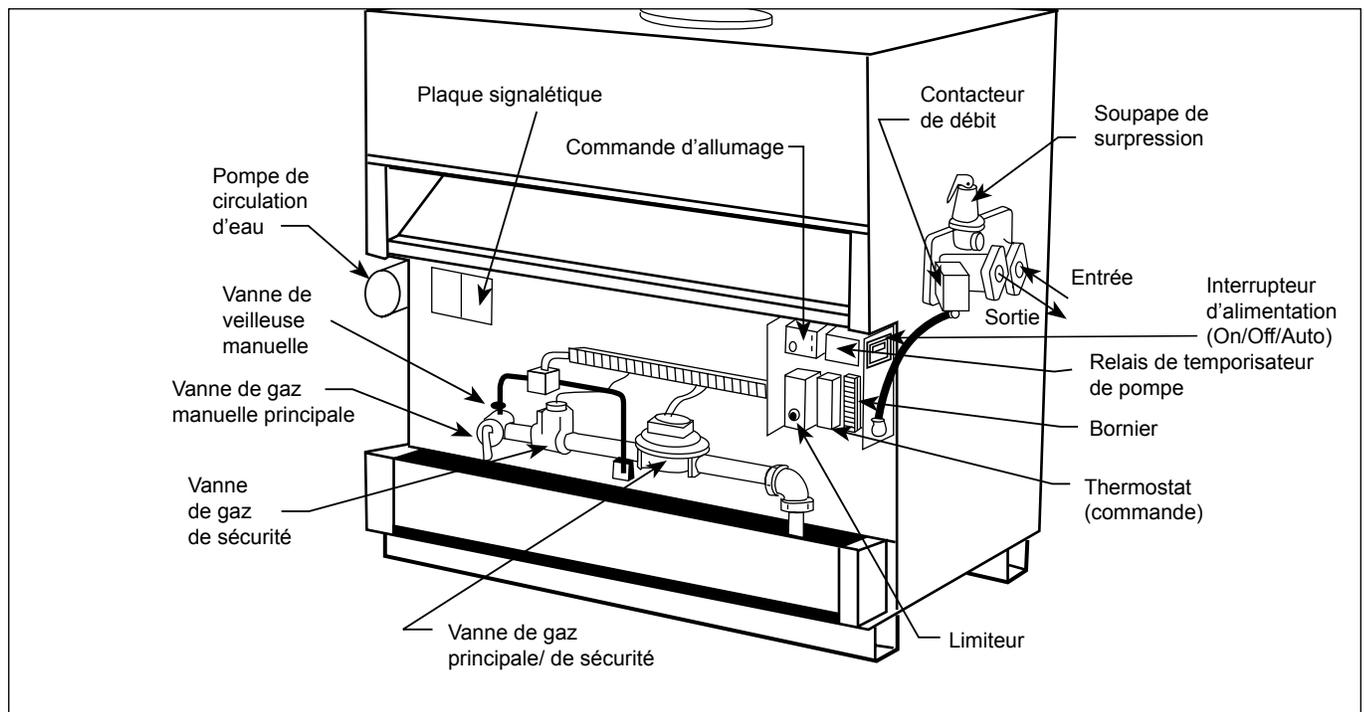

Figure 11. Emplacement des commandes
#### 3.1 Commandes – généralités (consulter les figures 11 et 12)
- Un relais de temporisation de pompe réglable est installé sur le panneau de commande (voir figure 11). Ce relais maintient la pompe en marche après l'arrêt des brûleurs. Le délai doit être réglé sur 10 minutes.